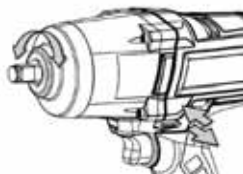

Fig. 2
4. Skift maskinens retning (se fig. 2) ved at bruge retningsomskifteren til højreløb/venstreløb på drivenheden. Rotationsretningerne er også vist på forsiden af bjælken.